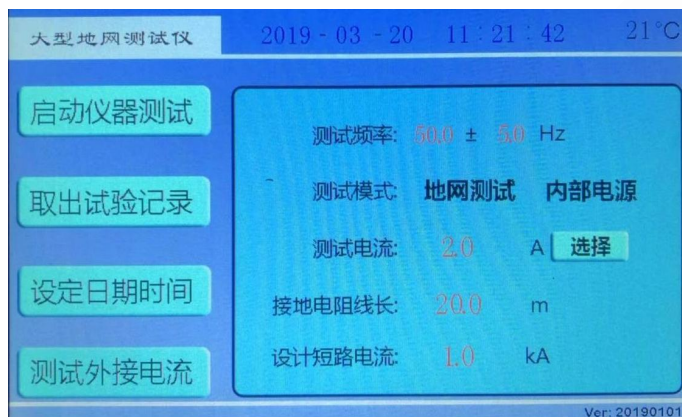
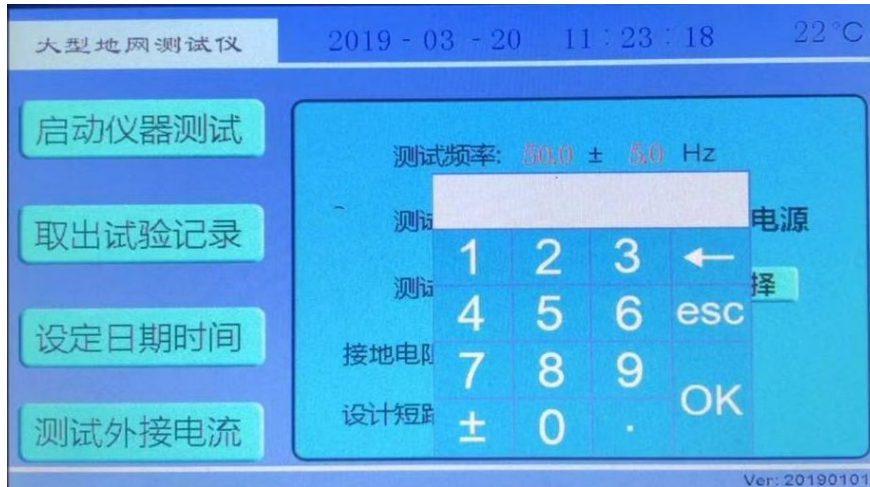
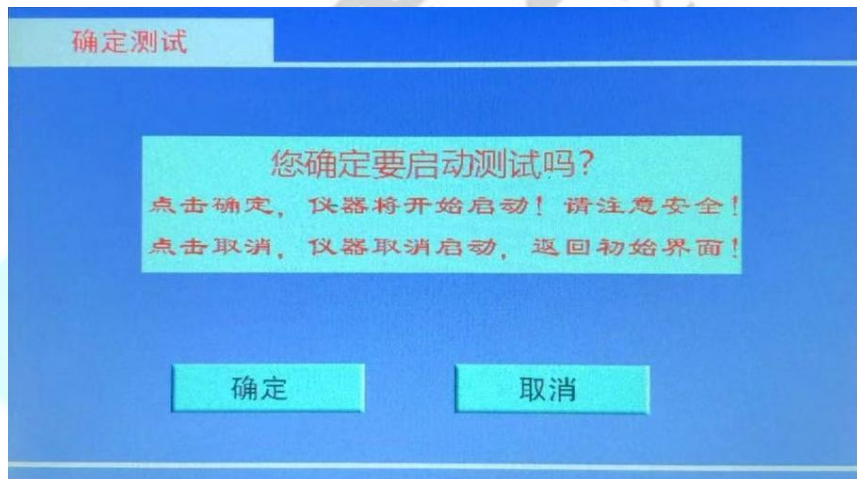

图 5 开机界面
图9 红色数字参数修改界面
图10 测试确认界面
1. 打开电源开关，计算机进行自检，几秒钟后，液晶屏显示中文主菜单如图 5 所示，表示自检成功。
7) 开机界面(图 5)下，红色数字的修改。如测试频率等项目，只需要使用触屏笔或手指点击，就可弹出数字键盘，然后修改即可。（图 9）
在开机界面(图5)下，测试模式选择**地网测试**，使用触屏笔或手指点击**启动仪器测试**，出现测试确认界面（图10）：
点击**确定**，将开始升流测试。**请确认已经接好测试线**。此时将出现**地网测试**界面(图11)。点击**取消**，仪器将返回开机界面(图5)。
此时按下**退出**，返回到开机界面(图 5)。按下**打印**，打印出结果。
在开机界面(图 5)下，测试模式选择**接地电阻**，（线长一般选择 20 米）使用触屏笔或手指点击**启动仪器测试**，出现测试确认界面（图 14）：
点击**确定**，将开始升流测试。**请确认已经接好测试线**。此时将出现**接地电阻**测试界面(图 15)。点击**取消**，仪器将返回开机界面(图 5)。
在开机界面(图 5)下，测试模式选择**恒流测试**，（短路电流一般为 1kA）使用触屏笔或手指点击**启动仪器测试**，出现测试确认界面（图 18）：
此时将出现**恒流测试**界面(图 19)。点击**取消**，仪器将返回开机界面(图 5)。